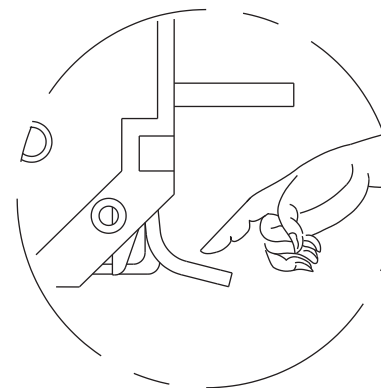

图6 取出卡片视图1
- 1~3通道:按压右侧的扳杆，卡片自动向上弹起，如图6所示；